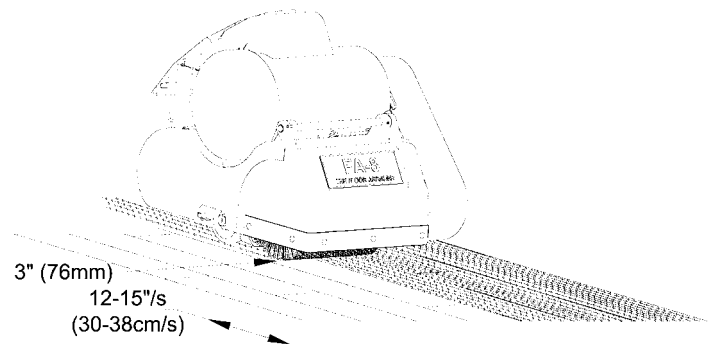

Figure 5
1. Branchez le cordon d'alimentation à une prise correctement mise à la terre et protégée par un fusible. Branchez l'autre extrémité du cordon d'alimentation à l'adaptateur de cordon situé sur le logement de la commande (voir élément 7 page 6). Appuyez sur le commutateur de sélection et placez-le en position de démarrage (S). Une fois le moteur démarré, laissez le commutateur revenir à la position d'exécution (R).
3. Utilisez le levier de commande pour abaisser le papier abrasif vers le sol. Maintenez la machine en mouvement tant que le papier abrasif est en contact avec le sol. Réglez la vitesse pour un ponçage efficace. Pour de meilleurs résultats, réglez la machine en incréments de 3" et sur une vitesse de 12-15 pouces par seconde. Voir figure 5.